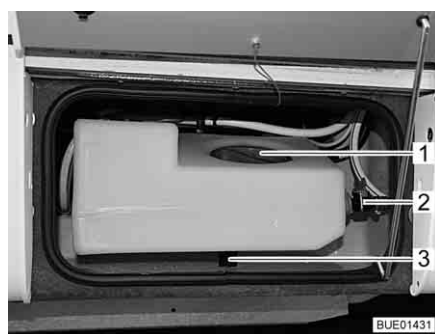
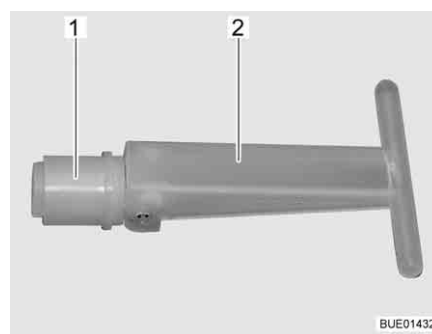

Fig. 203 Serbatoio dell'acqua aggiuntivo
Fig. 204 Tappo di chiusura
Quando la valvola di svuotamento (Fig. 203,2) è aperta, la capienza del serbatoio dell'acqua aggiuntivo è limitata a circa 30 l; l'acqua in eccesso defluisce. Quando la valvola di svuotamento è chiusa, è disponibile l'intero volume del serbatoio.
Quando si toglie il tappo di chiusura (Fig. 204,1) all'interno del serbatoio dell'acqua aggiuntivo, l'acqua defluisce attraverso lo scarico (Fig. 203,3). Il tappo di chiusura si raggiunge attraverso l'apertura di servizio (Fig. 203,1).
- Assicurarsi che il tappo di chiusura (Fig. 204,1) del serbatoio dell'acqua aggiuntivo sia chiuso (impugnatura (Fig. 204,2) girata).
- Assicurarsi che la valvola di svuotamento (Fig. 203,2) sia chiusa.
- Aprire l'apertura di servizio (Fig. 203,1) del serbatoio dell'acqua aggiuntivo.
- Attraverso l'apertura di servizio, portare in posizione verticale l'impugnatura (Fig. 204,2) del tappo di chiusura (Fig. 204,1) e sfilare il tappo.
- Aprire la valvola di svuotamento (Fig. 203,2) sul serbatoio dell'acqua aggiuntivo.